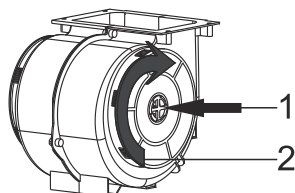

Fig. 6: FILTRO A CARBONE AF 100
- 1-Posizionare il filtro a carbone nella sua sede.Fig. 6
- 2-Ruotare il filtro a carbone in senso orario, assicurarsi che esso sia completamente in sede.Fig. 6